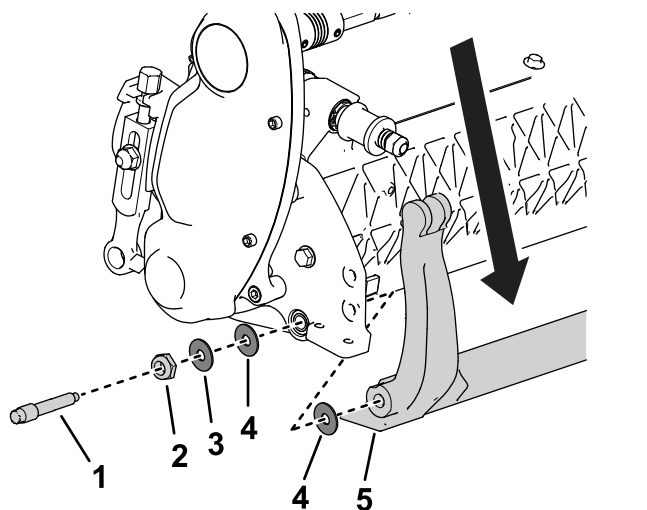

Figura 21
3. Allentate il dado di bloccaggio riprodotto nella Figura 21 su ciascun lato della macchina.
4. Togliete tutti i bulloni della barra di appoggio perché quest'ultima possa essere tirata in giù e rimossa dall'apparato di taglio (Figura 21).
Tenete in considerazione le 2 rondelle di plastica e la rondella in acciaio su ciascuna estremità della barra di appoggio (Figura 21).
3. Collocate una rondella di nylon su ciascun lato del risalto della piastra laterale. Posizionate una rondella di acciaio all'esterno di ciascuna rondella di nylon (Figura 21).